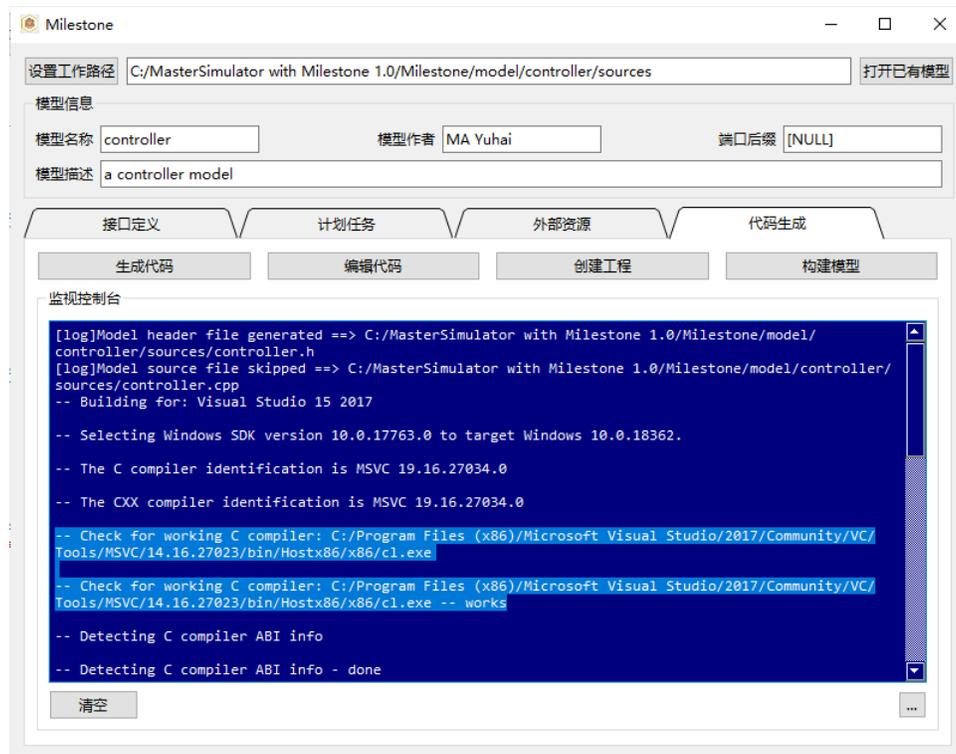

图 4.11: 开始创建, 确认编译环境测试通过
- 观察创建工程过程中控制台输出的信息，如图 4.11，请确认对系统中编译环境的测试是否通过。